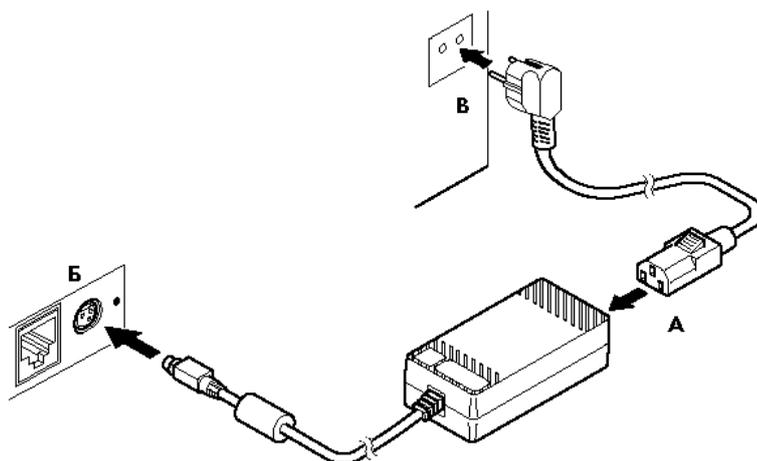

Рисунок 6 Подключение кабелей питания
3. Подсоедините вилку кабеля питания к адаптеру (см. Рис. 6, позиция А);
Вставьте вилку кабеля адаптера в разъем под кабель питания на задней стенке ККТ (см. Рис. 6, позиция Б);
Вставьте вилку в розетку (см. Рис. 6, позиция В).